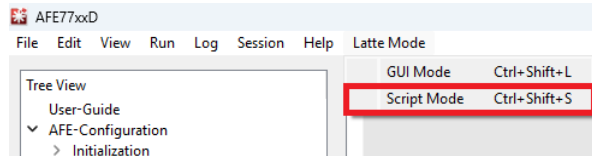

图 3-5. 切换到“Script Mode”
3. 在顶部，点击 Latte Mode 并导航至 Script Mode，如 图 3-5 中所示。